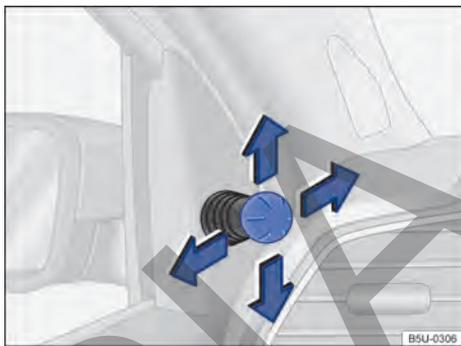
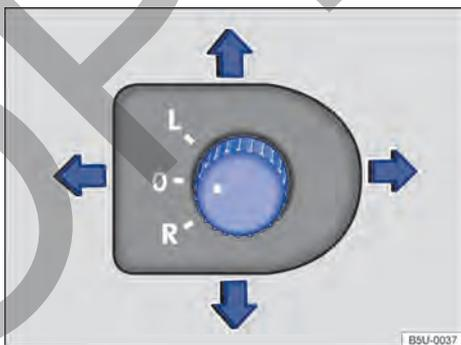

Fig. 67 En las puertas delanteras: interruptor de ajuste de los espejos retrovisores externos mecánicos.
Fig. 68 En la puerta del conductor: interruptor rotativo de ajuste de los espejos retrovisores externos eléctricos.
- Mover el botón de ajuste en el revestimiento de las puertas delanteras → fig. 67.
- Girar la perilla en la puerta del conductor hasta el símbolo deseado → fig. 68.
Para ajustar los retrovisores exteriores mecánicos o eléctricos, mover el mando de ajuste → fig. 67 (versión mecánica) o el mando giratorio → fig. 68 (versión eléctrica) en el guarnecido de las puertas.